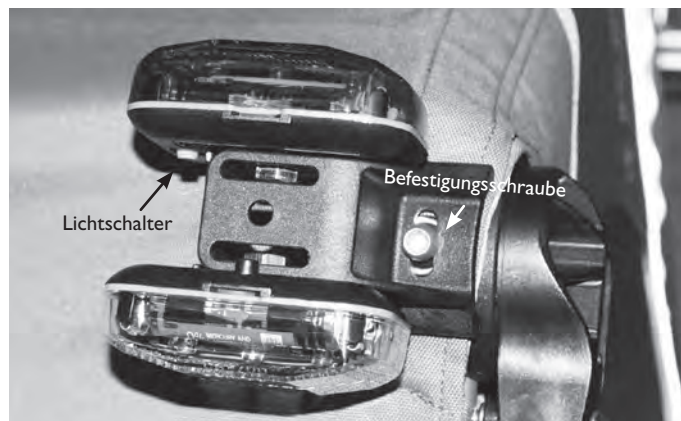

Abbildung 20: Korrekt montierte Beleuchtungseinheit
5. Ziehen Sie die Befestigungsschraube mittels eines 5 mm Inbus-schlüssels handfest an (Anzugsdrehmoment 3-4 Nm, s. Abbildung 20).
6. Überprüfen Sie die korrekte Funktion der einzeln schaltbaren Lichter, indem Sie jeweils die wasserdichten Gummiknöpfe der Schalter betätigen (s. Abbildung 20).